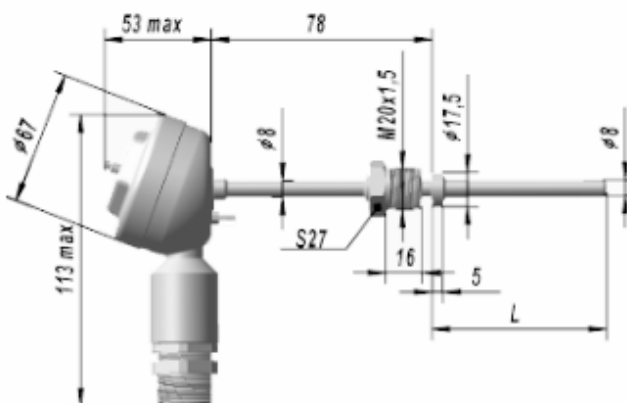

Рис.5
- рис. 5. 6	подвижный штуцер М20х1,5